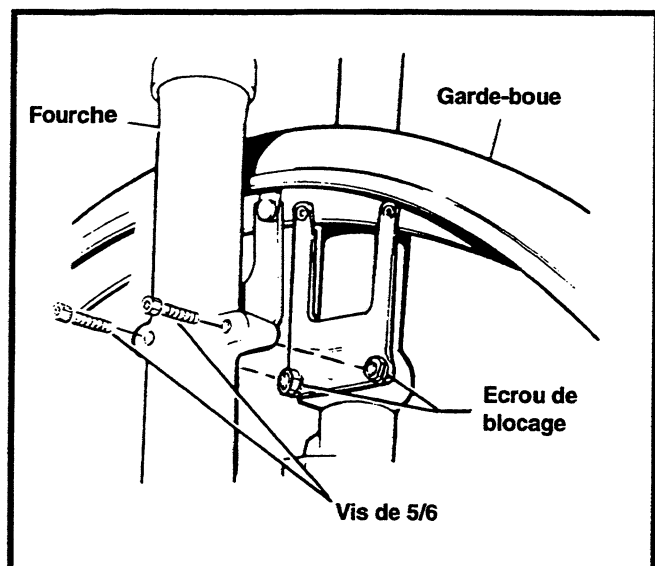

Figure 2-41. Montage du garde-boue avant
2. Voir Figure 2-41. Retirez les vis de montage du garde-boue avant et les écrous de blocage. Déposez le garde-boue.
3. Voir Figure 2-41. Installez le garde-boue avant à l'aide des fixations d'origines. Serrez-les à 9-13 pi-livre (12-18 N.m).